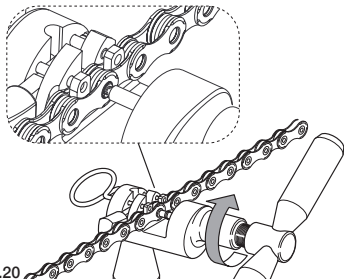

Abb.20
- Ziehen Sie das Werkzeug an, indem Sie den Schieber mit dem vorstehenden Ende der ULTRA-LINK 5-CN-SR700-Hülse in Kontakt bringen und dabei diese etwa um eine 3/4 Drehung, mit moderater Kraft, bis zu ihrer Verformung drehen (Abb. 20).